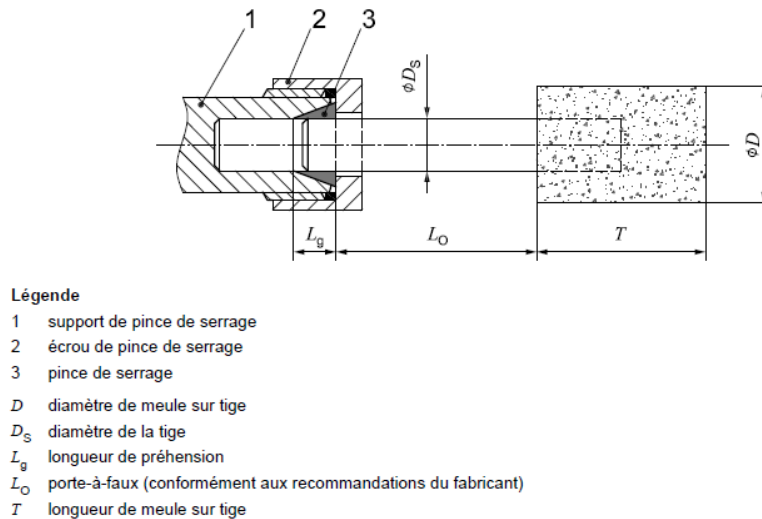

Figure 1 — Longueur de préhension des pinces et mandrins
- L'attention doit être attirée sur le fait que la vitesse admissible de la tige doit être réduite en fonction de l'augmentation de la longueur de la tige entre la sortie de la pince et la meule sur tige (porte-à-faux). S'assurer que la longueur minimale de préhension de 10 mm soit respectée (voir Figure 1 et les recommandations du fabricant de meules sur tige).